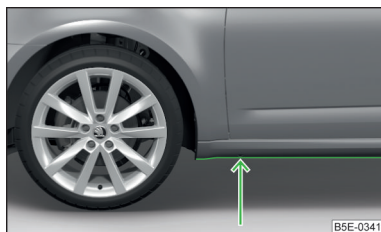

Fig. 247
- Avant de franchir une nappe d'eau, déterminez la profondeur de l'eau. Le niveau de l'eau ne doit pas dépasser le longeron inférieur » fig. 247.